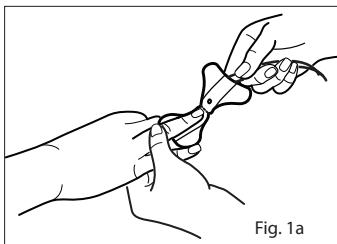

Fig. 1a
- Reportez-vous à la Fig. 1a. Orientez le capteur de façon à ce que le détecteur puisse être placé en premier. Placez le bout du doigt sur le trait tiré, la partie charnue du doigt recouvrant le dessin du doigt et la fenêtre du détecteur.